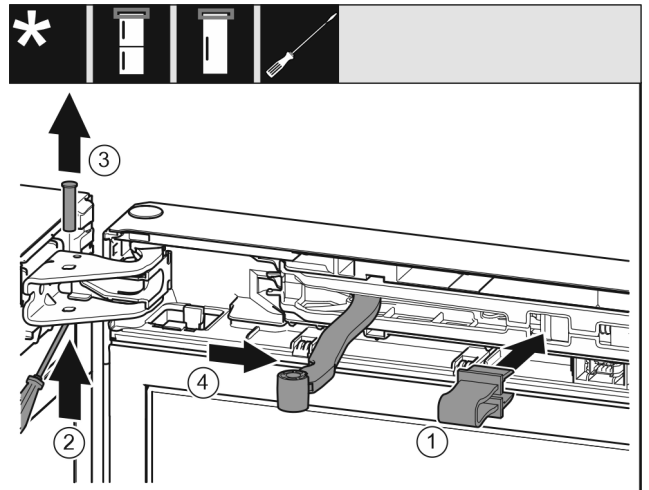

Fig. 9
- Borging in de opening klikken. Fig. 9 (1)
- Bout met schroevendraaier eruit schuiven. Fig. 9 (2)
- Bout vanaf de bovenkant eruit halen. Fig. 9 (3)
- Scharnier in de richting van de deur draaien. Fig. 9 (4)